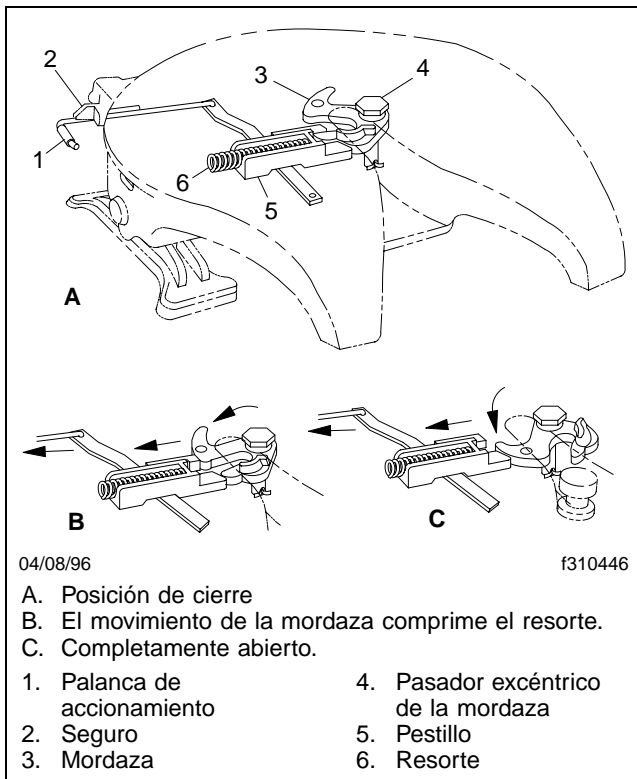

Figura 10.10, Operación del mecanismo de cierre del perno rey de la ASF Castloc II y de la serie Simplex
Mecanismo de cierre de la quinta rueda para el perno rey del remolque (Figura 10.10)
4. Coloque el tractor de manera que el centro de la quinta rueda esté alineado con el perno rey del remolque. El perno rey debe estar en una posición que le permita entrar en la garganta del mecanismo de cierre. Vea la **Figura 10.10**. Ajuste los patines del remolque de manera que el borde